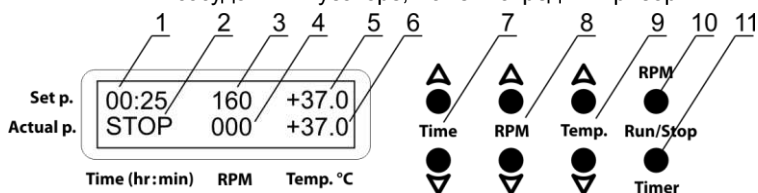

Рисунок 1. Панель управления
- 5.3. Включается дисплей прибора. В верхнем ряду отображается ранее установленное время в часах и минутах (рис. 1/1), скорость в оборотах в минуту (рис. 1/3) и температура в °C (рис. 1/5), в нижнем ряду показываются текущие значения соответствующих параметров: таймер (индикация STOP, рис. 1/2), скорость (рис. 1/4) и температура камеры (рис. 1/6), которая автоматически начинает подниматься согласно выставленной.
- 5.4.1. **Установка времени (Time).** Используя кнопки ▲ и ▼ Time (рис. 1/7), установите необходимый интервал работы в часах и минутах (шаг 1 мин.).
- 5.4.2. **Установка скорости (RPM/Shaker).** Используя кнопки ▲ и ▼ RPM (рис. 1/8), установите необходимую скорость перемешивания в оборотах в минуту (шаг 10 об/мин).
- 5.4.3. **Установка температуры (Temp. °C).** Используя кнопки ▲ и ▼ Temp. (рис. 1/9), установите необходимую температуру в градусах Цельсия (шаг 0,1 °C). Термостатирование камеры начинается автоматически.
Термостатирование камеры может быть отключено только выставив температуру ниже 25 °C, вручную понизив её кнопкой ▼ Temp. (рис. 1/9) пока на дисплее в сегменте Temp. °C в верхнем ряду не появится индикация OFF.
- 5.5.2. Нажмите кнопку **RPM Run/Stop** (рис. 1/10, на модели **ES-20/60** кнопка подписана как **Shaker Run/Stop**). Платформа начинает движение, таймер запускает отсчёт времени, с точностью в 1 минуту.
- 5.6. **Завершение программы.** По истечению установленного времени, движение платформы прекращается и дисплей отображает мигающую индикацию STOP (рис. 1/2), сопровождаемая повторяющимся звуковым сигналом, пока не будет нажата кнопка **RPM** или **Shaker Run/Stop**.
- 5.7. Если продолжительность работы не установлена и таймер в верхнем ряду дисплея (рис. 1/1) показывает 00:00, при нажатии кнопки **RPM** или **Shaker Run/Stop** прибор начинает непрерывное движение. На дисплее, сегмент **Time** показывает индикацию OFF в верхнем ряду (рис. 1/1) и таймер отсчёта в нижнем ряду (рис. 1/2). Для остановки платформы, нажмите кнопку **RPM** или **Shaker Run/Stop**.
**Внимание!** По истечению установленного времени движение платформы прекращается автоматически, но термостатирование может быть отключено только выставив температуру ниже 25 °C, вручную понизив её кнопкой ▼ **Temp.** (рис. 1/9) пока на дисплее в сегменте **Temp.°C** в верхнем ряду не появится индикация OFF.
- 5.8. Таймер можно перезапустить во время работы прибора, при необходимости. Дважды нажмите кнопку **Timer Run/Stop** (рис. 1/11), первый раз для остановки, второй для перезапуска.